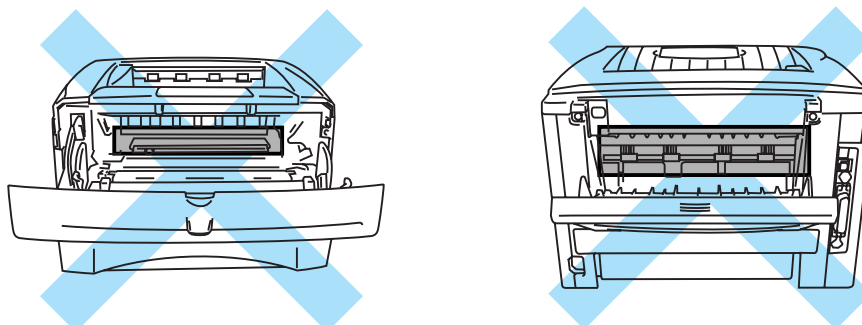

Figura 6-2
- ⚠ Depois de utilizar a impressora, algumas das peças internas da impressora estão extremamente quentes. Quando abrir a tampa da frente ou a bandeja de saída traseira da impressora, nunca toque nas partes sombreadas apresentadas na Figura 6-2.